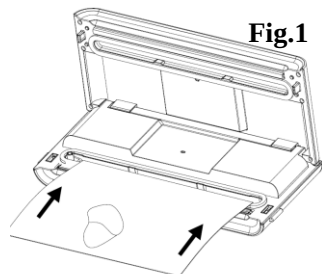

Fig.1
2. Bruk en saks, og klipp av en pose i ønsket lengde fra poserullen – **Fig. 1.**
3. Sett den åpne enden av posen inn i vakuumkanalområdet. Kontroller at luftinntaket ikke tildekkes av posen. – Fig. 1.
3. Åpne dekselet på apparatet. Koble den ene enden av slangen til luftinntaket i vakuumkanmeret, og fest den andre enden av slangen til hullet midt i dekselet til vakuumbeholderen. Sørg for at bryteren på vakuumbeholderdekselet er i stillingen "SEAL" – Fig. 1 og 2.